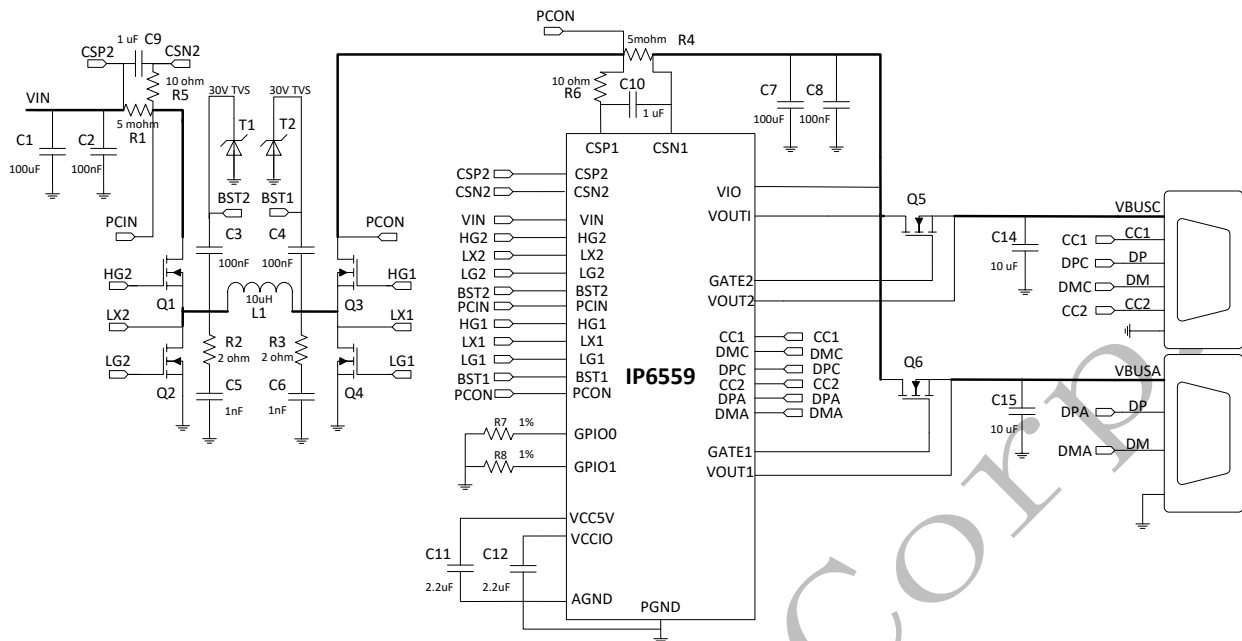

图 10 IP6559 USB-A 和 USB-C 双口输出的典型应用原理图
2. 图 10 中，调节 GPIO0 的接地电阻 R7 可以改变 IP6559\_AC 的 C 口 PDO，调节 GPIO1 的接地电阻 R8 可以改变 IP6559\_AC 的 A 口输出功率；